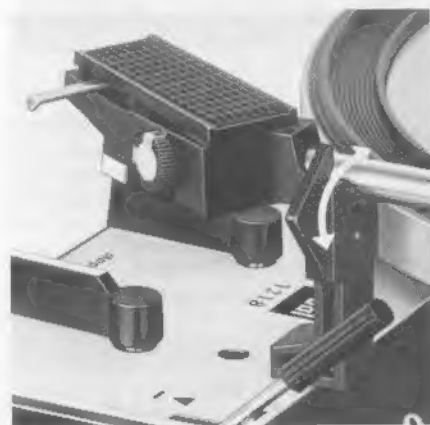

Fig. 11
Dann wählen Sie die erforderliche Plattenteller-Drehzahl (2), stellen die Drehtaste (2) auf den Schallplattendurchmesser (17, 25 oder 30 cm, bzw. 7, 10 oder 12“) ein und entriegeln den Tonarm (Fig. 11), Spurlinien-Selector (1) auf „s“
**Bemerkung:** Nach dem Spielen der Schallplatte oder der letzten Platte eines Stapels kehrt der Tonarm automatisch auf seine Stütze zurück. Das Gerät schaltet sich aus. Es empfiehlt sich, nach Beendigung des Spieles den Tonarm zu verriegeln (Fig. 11).